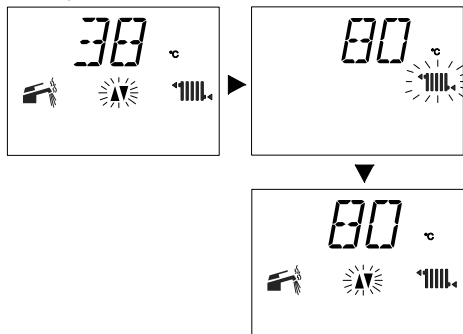

Рисунок 2.9
- при максимальном значении температуры на подаче в контуре отопления Рисунок 2.9.